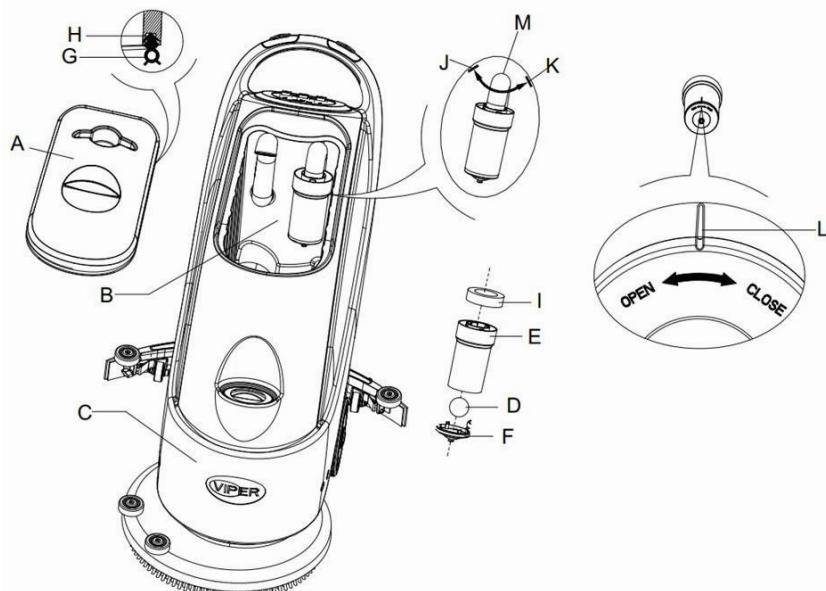

Figure 16
2. Appuyez sur l'interrupteur d'alimentation (41) sur la position "O" pour éteindre la machine.
3. Ouvrez le couvercle du réservoir de récupération (A, Figure 16) et retirez le dispositif de flotteur (36) du réservoir de récupération.
4. Utilisez de l'eau propre pour nettoyer le couvercle du réservoir de récupération (A), le réservoir (B et C) et le cadre de support du filtre à flotteur (E). À l'aide du flexible de vidange (15), vidangez toute l'eau du réservoir d'eau sale.
5. Si nécessaire, en suivant les symboles "Ouvrir" et "Fermer" comme indiqué sur la Figure 16, ouvrez le couvercle du fond (F) du filtre à flotteur et nettoyez le flotteur (D), le cadre de support du filtre à flotteur (E) et le filtre éponge (I). Après le nettoyage, fixez le flotteur sur le cadre de support du filtre à flotteur (E) puis alignez la rainure de marquage (L) du couvercle du fond (F) du filtre à flotteur avec la rainure de marquage (L) du cadre de support du filtre à flotteur (E). Serrez le couvercle du fond (F) du filtre à flotteur en le tournant et fixez le filtre éponge (I) sur le cadre de support du filtre à flotteur (E) puis sur le tube d'aspiration (M).
6. Vérifiez la solidité de la bague d'étanchéité (G) du couvercle du réservoir d'eau.
**La bande d'étanchéité (G) du réservoir d'eau fait créer un vide au réservoir d'eau sale. Il doit être complètement scellé pour pouvoir aspirer efficacement les eaux usées du sol.**
Si nécessaire, la bande d'étanchéité du réservoir d'eau (G) peut être retirée de la rainure (H) et remplacée. Lors de l'assemblage d'une nouvelle bande d'étanchéité sur le réservoir d'eau, suivez comme indiqué sur la Figure 16 ci-dessous, installez le raccord sur la section médiane de la partie arrière.
7. Vérifiez si la surface de réception de la bande d'étanchéité (G) est intacte et isole correctement.
8. Fermez le couvercle du réservoir de récupération (A).